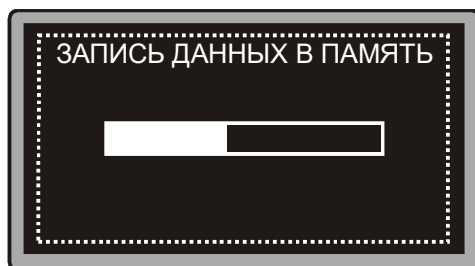

Рис. 6.18 Процесс сохранения данных
6.15.2.14 После подтверждения записи на дисплее дефектоскопа в виде темной полоски (рис. 6.18) будет отображаться процесс записи данных в память.